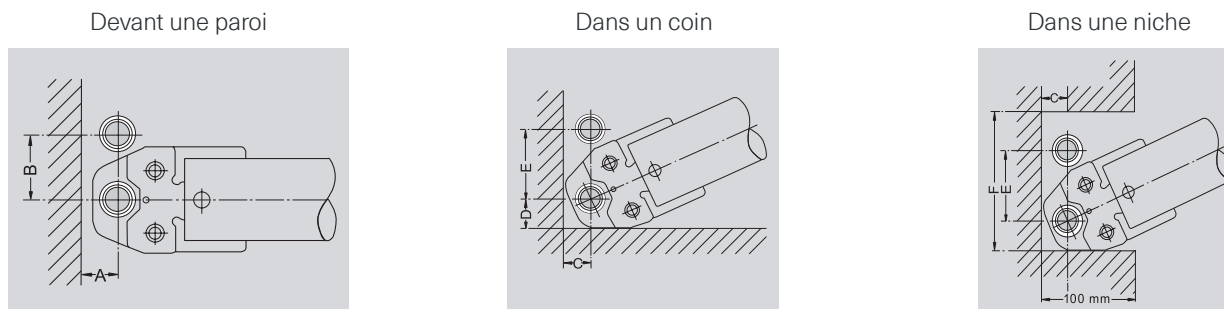

Fig. 2 – espace libre nécessaire pour le sertissage
- Préalablement au montage, il y aura lieu de tenir compte de l'espace minimum requis pour le sertissage, tel que prévu dans le Tableau 4 et la Fig. 2 ci-après.